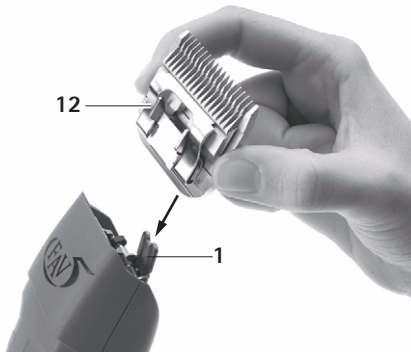

Fig. 2
- Ficher la tête de tonte 12 sur la charnière de lame ouverte 1, voir Fig. 2.